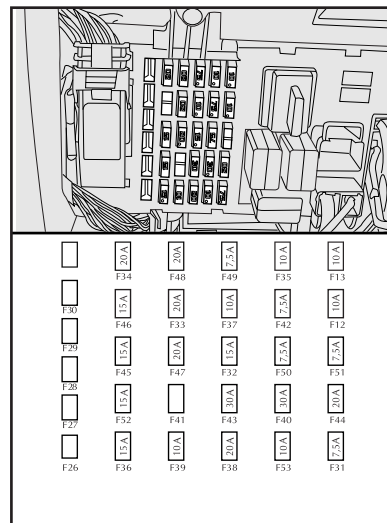
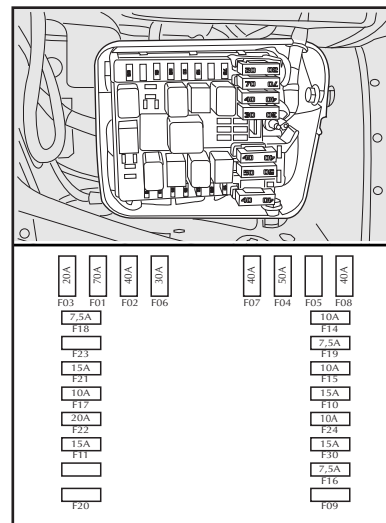
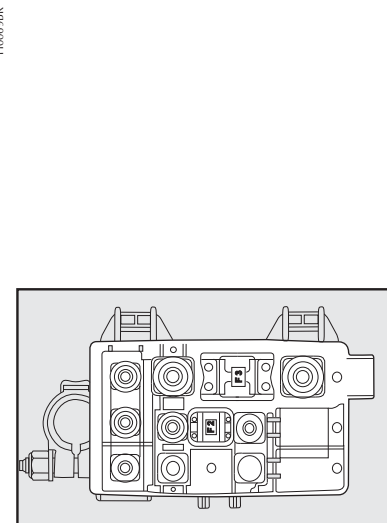

fig. 17
fig. 18
fig. 19
Para identificar el fusible de protección, consulte la tabla siguiente, haciendo referencia a las imágenes **fig. 17**, **fig. 18** e **fig. 19**.
- fig. 17
Central al lado de la batería - fig. 18
Central en el borne positivo de la batería - fig. 19